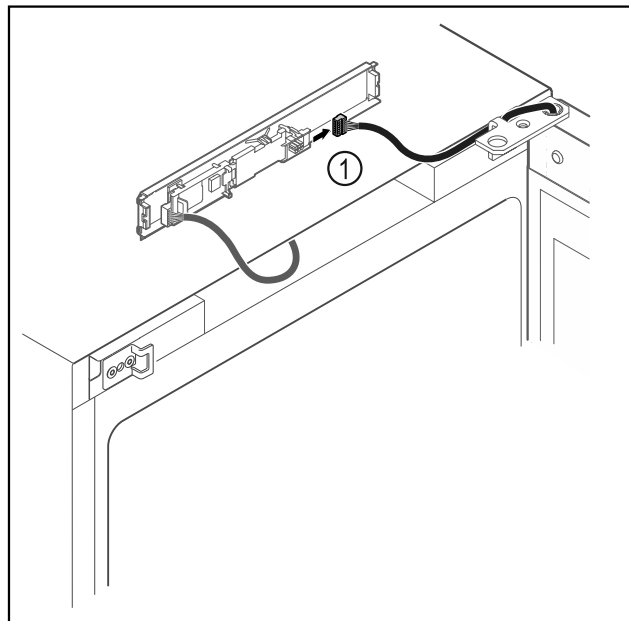

Fig. 10
- ▶ Ištraukite iš plokštės kištuką Fig. 10 (1).